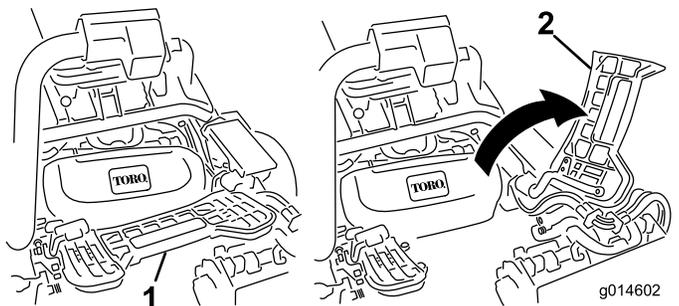

Figura 47
2. Levante el reposapiés y gírelo hacia arriba, para tener acceso a la posición de la unidad de corte central (Figura 47).